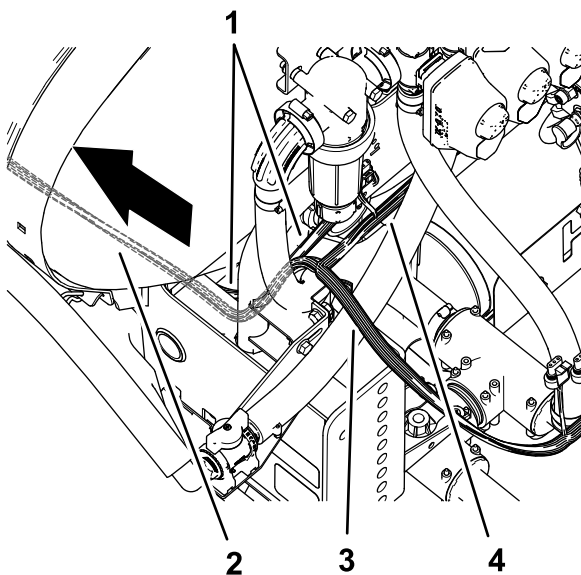

Figure 79
2. Acheminez les branches de 84 cm, 60 cm et 66 cm du faisceau du kit vers le côté gauche de la machine, en suivant le faisceau de câblage de la machine (Figure 78 et Figure 79).